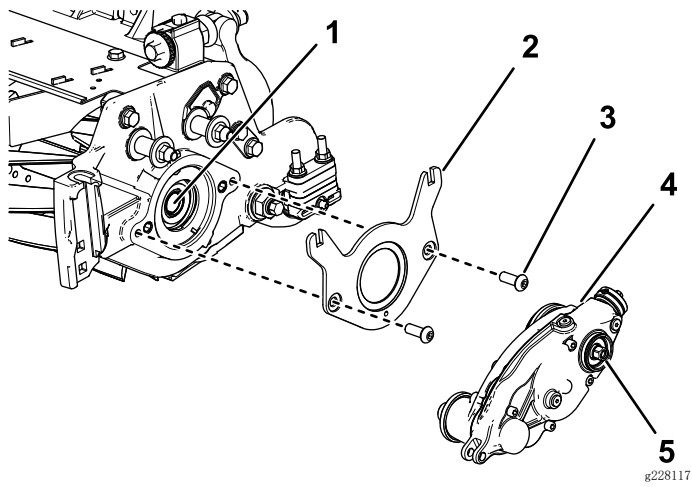

图8
2. 用 2 个六角圆头螺栓（ $\frac{3}{8}$ x $\frac{3}{4}$ 英寸）固定配重块架，如图8 所示。
3. 在内滚刀轴的螺纹上涂抹中等强度防松螺纹油 (如蓝色 Loctite® 243 乐泰胶) (图8)。
4. 用疏草刀驱动箱上的六角头螺栓将其连接到滚刀轴上 (图8)。